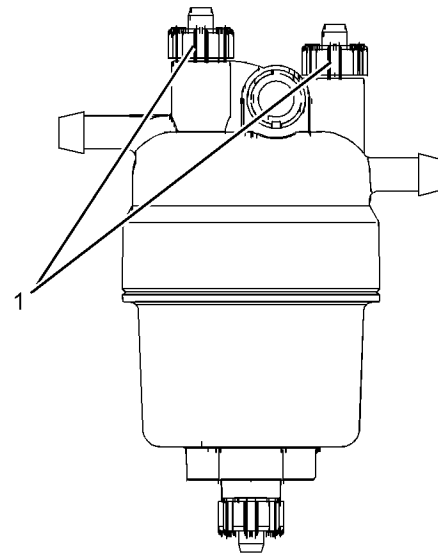

Abbildung 58
Sicherstellen, dass vor dem Entlüften des Sekundär-Kraftstofffilters der Kraftstoffhauptfilter entlüftet wird (siehe Abbildung 58).
Sicherstellen, dass das Hauptfilter entlüftet ist. Die Entlüftungsschrauben (1) lockern. Siehe Abbildung 58 . Die Entlüftungspumpe betätigen. Wenn Kraftstoff ohne Luft aus der Entlüftungsschraube austritt, die Entlüftungsschraube anziehen.